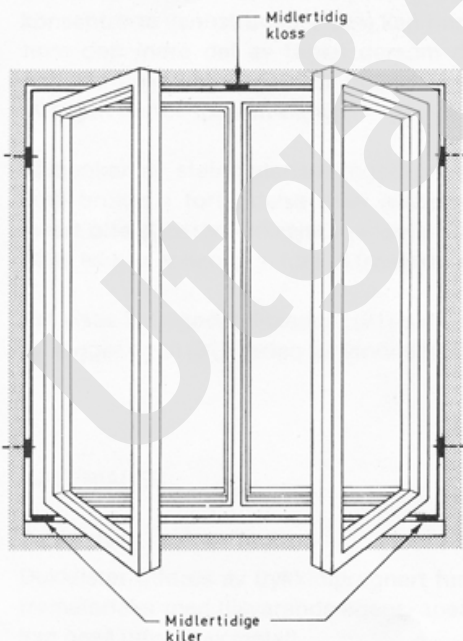

Fig. 223
- 223 Fig. 223 viser montering av vindu. Under vindusoverdekningen (over karmens midtpunkt) plasseres midlertidig en kloss med den tykkelse som gir vinduskarmen riktig høyde. Vinduet settes inn omtrent midt i åpningen og presses opp mot overdekningen ved hjelp av kiler under sidekarmene. Med kilene reguleres underkarmen i vater. Karmens sider justeres i lodd og i riktig plan i forhold til vegglin.